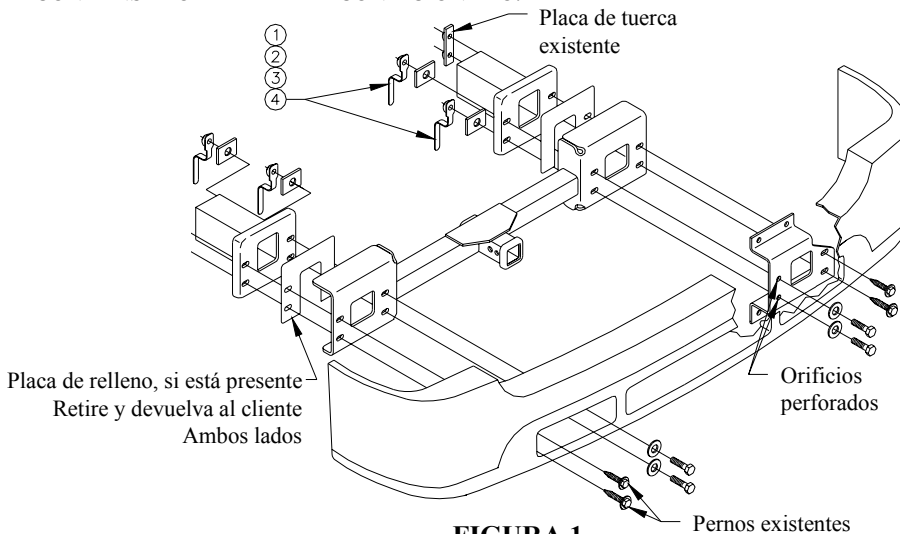
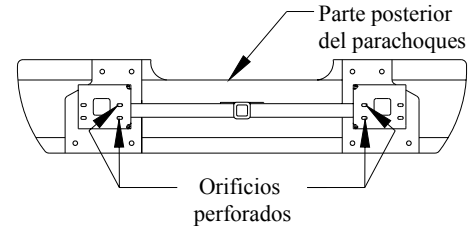
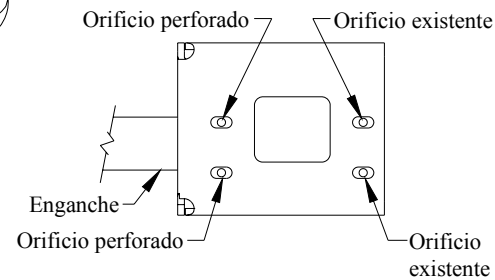

FIGURA 1
FIGURA 2
FIGURA 3
1. Retire los seis (6) pernos del parachoques, el parachoques y dos (2) placas de relleno si están presentes.
3. Coloque el parachoques sobre una superficie protegida para evitar que se raye. Coloque el receptor dentro del parachoques. Vea la Figura 2.
4. Afloje las seis (6) tuercas para retirar el travesaño delantero inferior (si viene en el equipo).
5. Centre el patrón del orificio del receptor junto al patrón del orificio del parachoques. Marque el sitio de los orificios perforados en el parachoques, en el centro de las ranuras del receptor. Vea la Figura 3.
10. Vuelva a instalar el parachoques usando los cuatro (4) tornillos que había retirado en el paso 1. No instale las placas de relleno.
11. Instale el resto de tornillos como se muestra en la Figura 1. **PRECAUCIÓN: SOSTENGA LAS TUERCAS DE MANIJA DEL LADO DEL CONDUCTOR EN SU LUGAR PARA EVITAR QUE ROTEN DENTRO DEL CONDESADOR DEL AIRE ACONDICIONADO.**